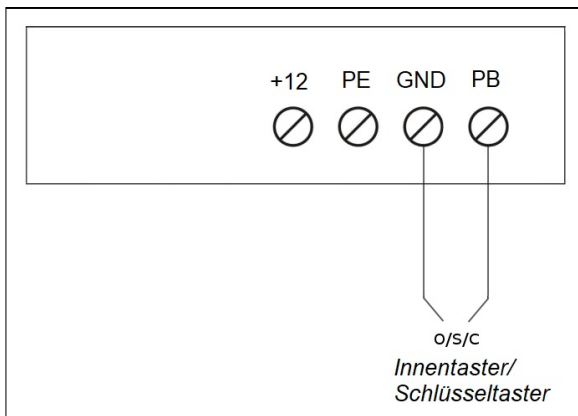

Bild 17
1. Der O/S/C Anschluss – Bild 17